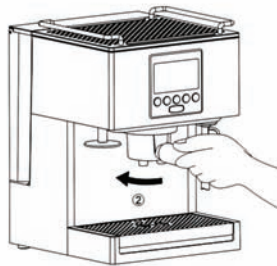
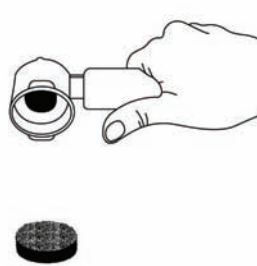
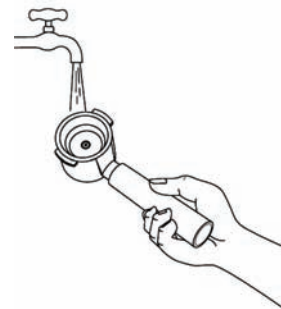

Рис. 5
Рис. 6
Рис. 7
- 11.18. Сними ручку фильтра, поворачивая его в левую сторону (Рис. 5), а потом выкинь использованный пакетик или кофейную гущу (Рис. 6). Очисти фильтр используя воду (Рис. 7).
- 12.17. Сними ручку фильтра, поворачивая его в левую сторону (Рис. 5), а потом выкинь использованный пакетик или кофейную гущу (Рис. 6). Очисти фильтр используя воду (Рис. 7).
**ВНИМАНИЕ!** Во время придерживания кнопки заваривания  (F) помни, что после достижения максимального объёма кофе для одной чашки, (приблизительно 90 мл), устройство самостоятельно закончит процесс заваривания (раздастся два звуковых сигнала) и запомнит установку.
**ВНИМАНИЕ!** Во время процесса программирования, обращай внимание на указатели **P1** и **P2**, которые должны мигать. Если по каким-либо причинам указатели **P1** или **P2** перестанут мигать, активируй ещё раз этот режим нажимая одновременно кнопку одной/двух чашек кофе  (В) и кнопку выбора температуры  (D) на протяжении двух секунд и дальше программируй установку до момента описанного в п. 11.16.
**ВНИМАНИЕ!** Чтобы уничтожить установку программы **P1** или **P2** нажми и придержи одновременно кнопку установки температуры  (D) и кнопку пара  (E).
- 13.14. Сними ручку фильтра, поворачивая его в левую сторону (Рис. 5), а потом выкинь использованный пакетик или кофейную гущу. (Рис. 6). Очисти фильтр используя воду (Рис. 7).